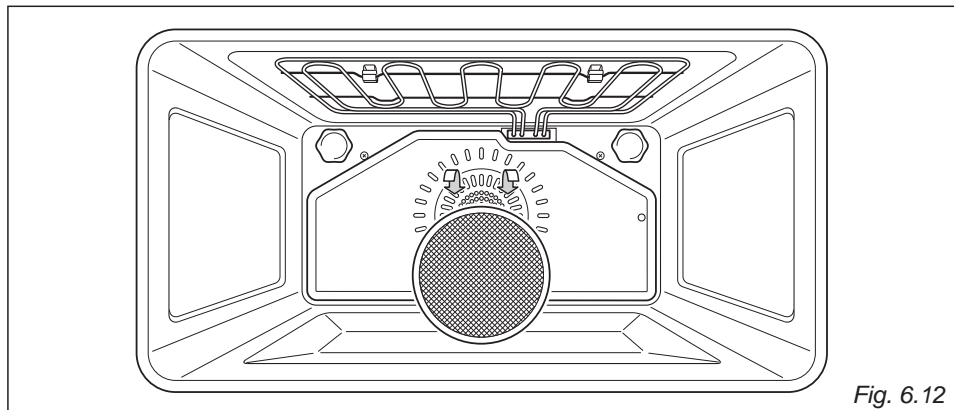

Fig. 6.12
- Uno speciale filtro è previsto nella parte posteriore del forno per catturare particelle di grasso che si sviluppano soprattutto quando si arrostitisce della carne (fig. 6.12).